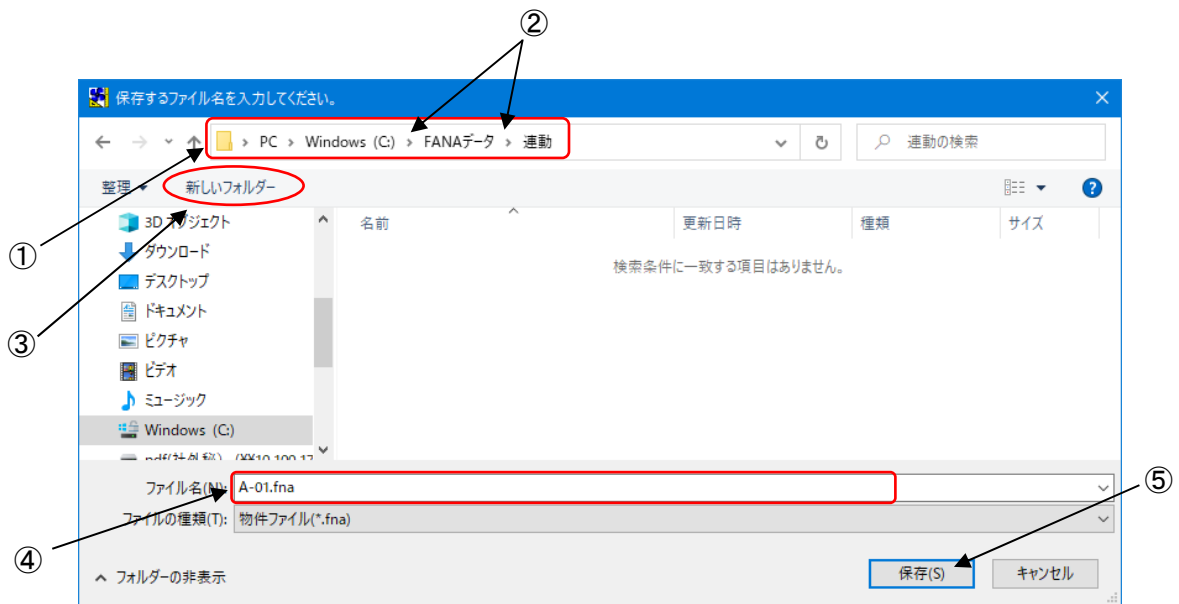

図 14
2. 保存先 (図 14-①) を設定し、データを登録します。
- (1) 「>」 (図 14-②) をクリックして該当のフォルダーを選択し、保存先を指定します (図 14-①)。
- (2) 新しくフォルダーを作成する場合は、「新しいフォルダー」 (図 14-③) をクリックし、フォルダー名を入力します。新しく作成したフォルダーをクリックし、保存先 (図 14-①) に表示させます。
(3) 「ファイル名」(図 14-④)を入力します。
(4) 登録するには [保存(S)] ボタン(図 14-⑤)をクリックします。